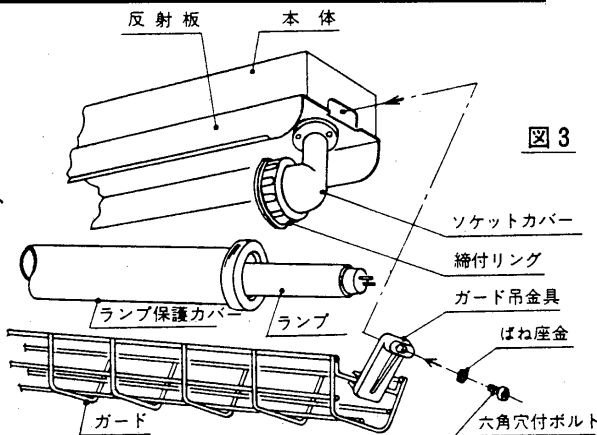

図3
2. ガード吊下金具の六角穴付ボルトを付属の工具ではずしてください。六角穴付ボルトは脱落防止構造になっておりませんので、なくさないようご注意ください。ガードは吊下紐で止まるまで傾斜させ、ソケットカバーの締付リングを回してランプ保護カバーよりはずし、ソケットカバーを外側に動かしランプのピンをソケットの接点よりはずし、図3のようにランプ保護カバーを下げランプを引出し、ランプを交換してください。